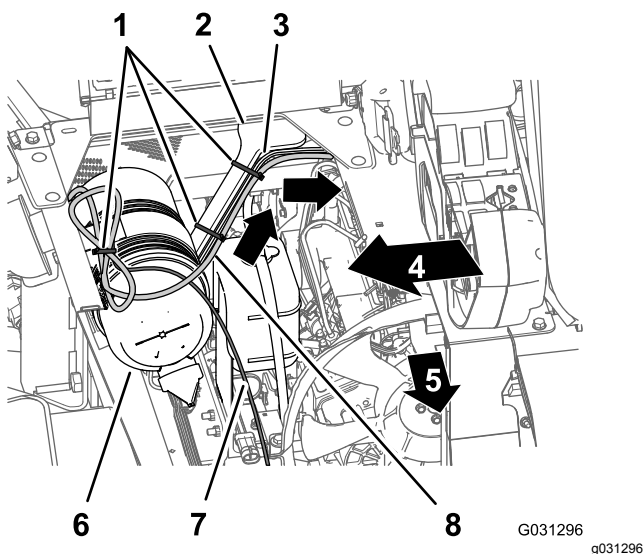

Figura 138
1. Disponete la diramazione da 220 cm del cablaggio elettrico per il sistema di navigazione attraverso l'angolo della cassetta del sedile e verso il basso, lungo il supporto sinistro della copertura del motore (Figura 138).
2. Fissate il cablaggio al supporto della copertura del motore mediante fascette per cavi (Figura 138).